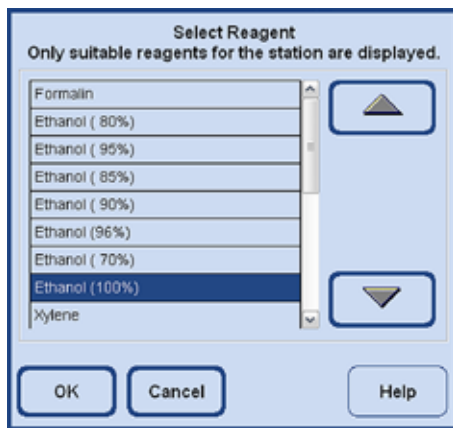

Bild 169
- Nu måste reagensen som den markerade flaskan ska fyllas med (naturligtvis den reagens som finns i den externa stationen) väljas (bild 169).